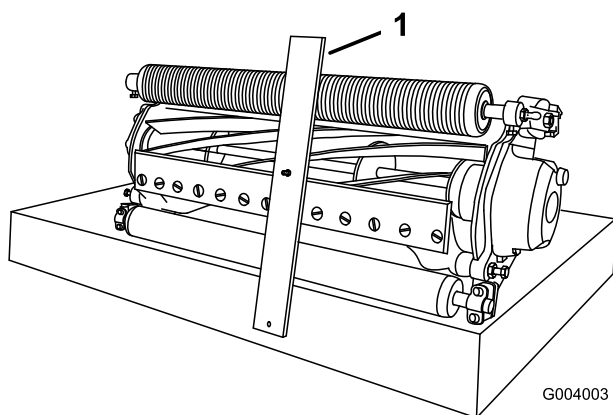

Figura 54
3. Enganche la cabeza del tornillo sobre el filo de la contracuchilla y apoye el extremo trasero de la barra sobre el rodillo trasero (Figura 54).